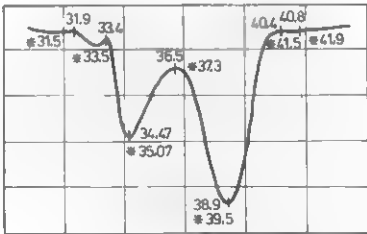

Fig. 6
- De doorlaatkromme, die nu op de oscillograaf zichtbaar wordt, moet er uitzien, zoals in fig. 6 is getekend.